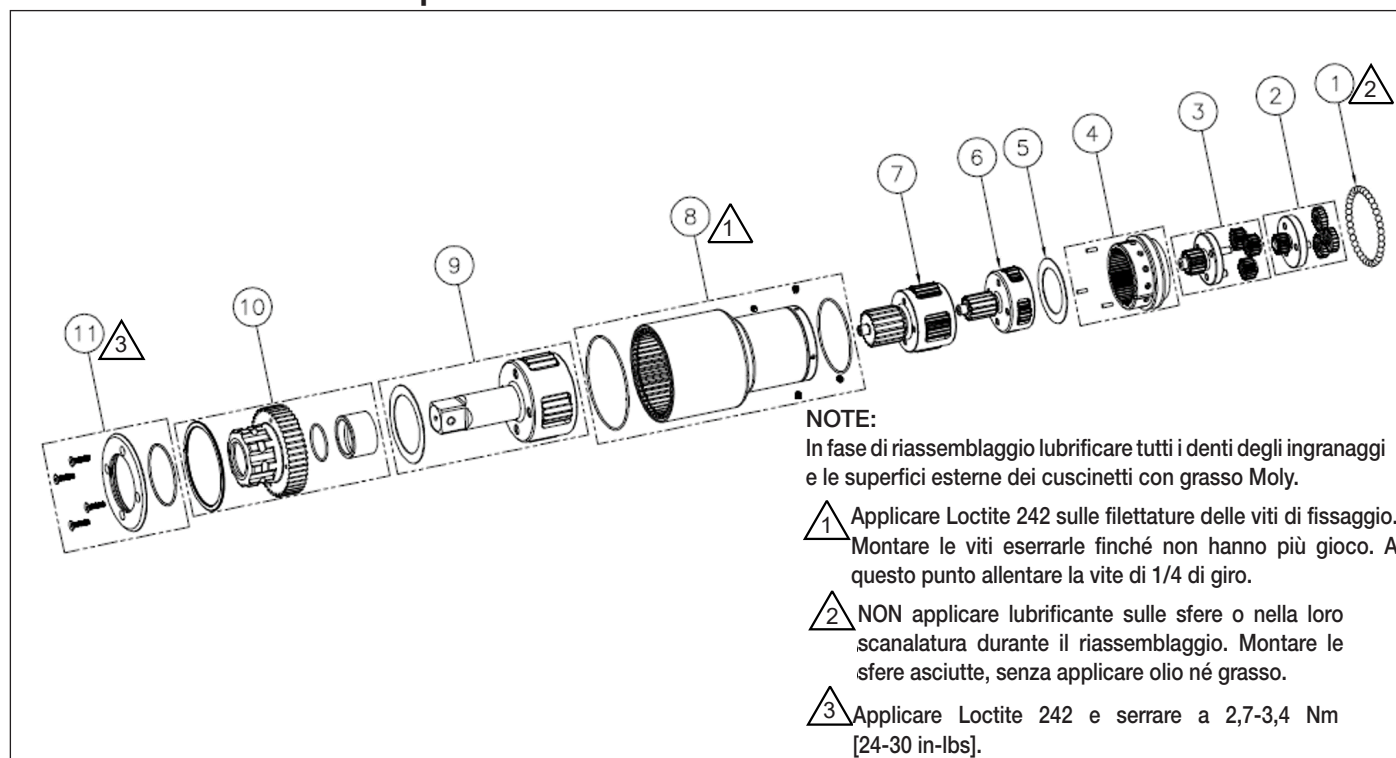

Figura 12: Motoriduttore TW3000SR
9.7.1 Tabella delle parti (Figura 12)
### 9.8.1 Tabella delle parti (Figura 12)